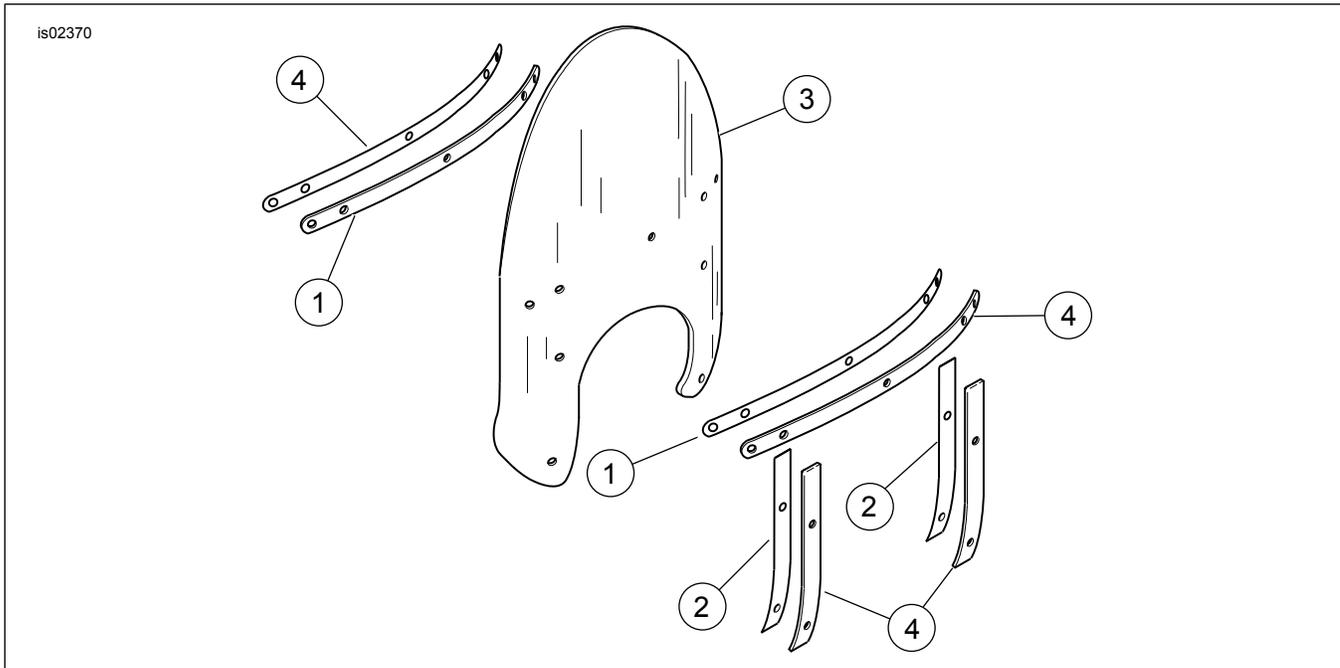

Abbildung 1. Ersatzteile: Windschutzscheibensätze
Siehe Abbildung 1 und Tabelle 5.
1. Siehe Abbildung 1. Die Original-Windschutzscheibe ausbauen.